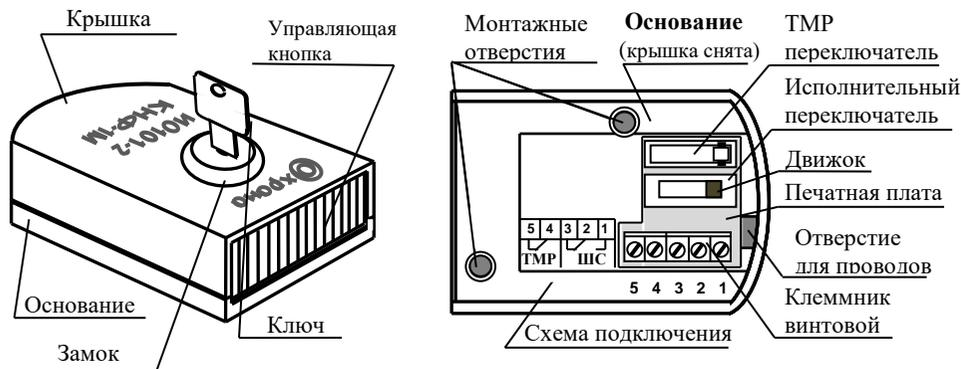
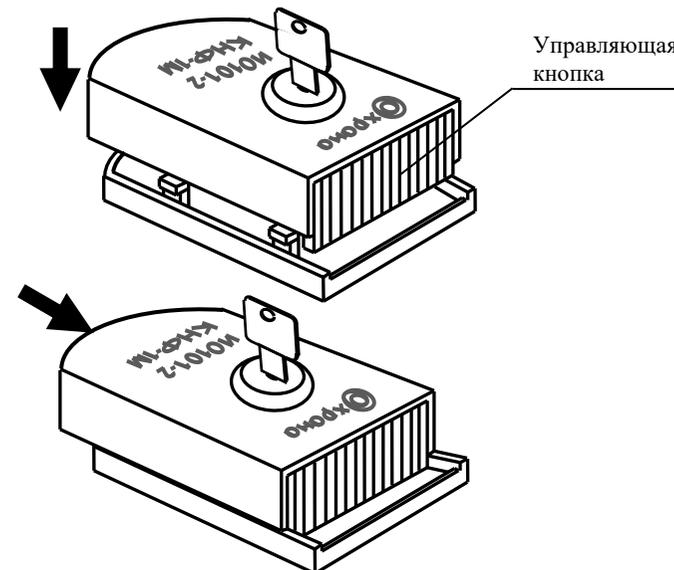

Рисунок 1
Рисунок 3
6.2.3 Пропустить провода через отверстия в основании извещателя (Рис.1,2) и подключить их к контактам клеммника винтового в соответствии со схемой подключения (Рис.1).
6.2.4 Закрепить основание на выбранном месте с помощью 2-х винтов (саморезов) из комплекта поставки через монтажные отверстия (Рис.1).
6.2.5 Установить крышку с управляющей кнопкой на основание в соответствии с Рис.3. При этом управляющая кнопка и ключ в замке должны находиться в положении, показанном на Рис.3, а движок исполнительного переключателя – в положении, показанном на Рис.1. Далее нажать на крышку до щелчка в направлении, показанном стрелкой. Повернуть ключ по часовой стрелке до упора и вынуть его из замка.
Далее вставить ключ в замок и повернуть его против часовой стрелки до упора. При этом управляющая кнопка должна установиться в положение, приведенное на Рис.3. Повернуть ключ по часовой стрелке до упора и вынуть его из замка.